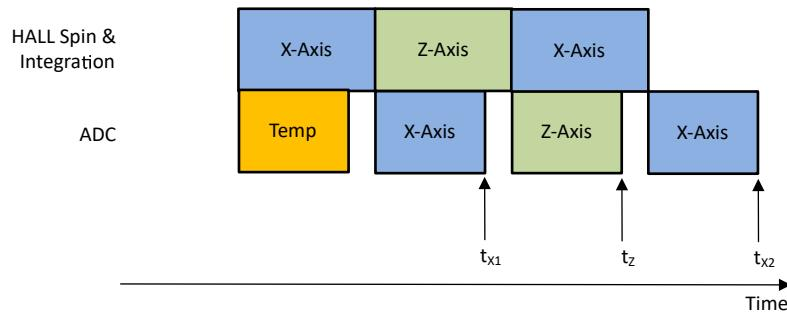

図 7-3. XZX 磁界変換
絶対角度測定では、正確な角度を計算するには、複数の軸からのアプリケーション センサ データが必要です。同じシグナル チェーンを使用して異なる時間に収集された磁界データは、角度計算に誤差を生じさせます。TMAG5173-Q1 は、疑似同時サンプリング データ収集モードを備えているため、この誤差を除去できます。図 7-3 に、MAG_CH_EN が 1011b に設定されて XZX モードを収集する例を示します。式 13 は、X センサと Z センサのデータのタイム スタンプが同じであることを示しています。
- t_{X1} 、 t_Z 、 t_{X2} は、図 7-3 で定義されているように、X、Z、X センサのデータ完了のタイム スタンプです。